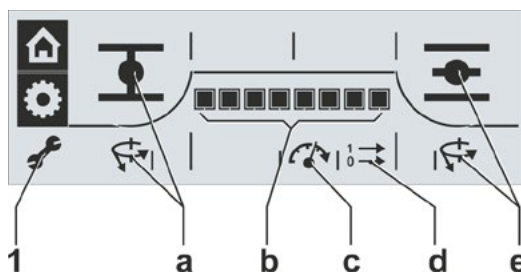

Bild 4: Avläsning av parametrar
Symbolen "Parametrar" (bild 4, pos. 1) är aktiv och parametrarna och deras inställningar visas automatiskt efter varandra, se bild 4: